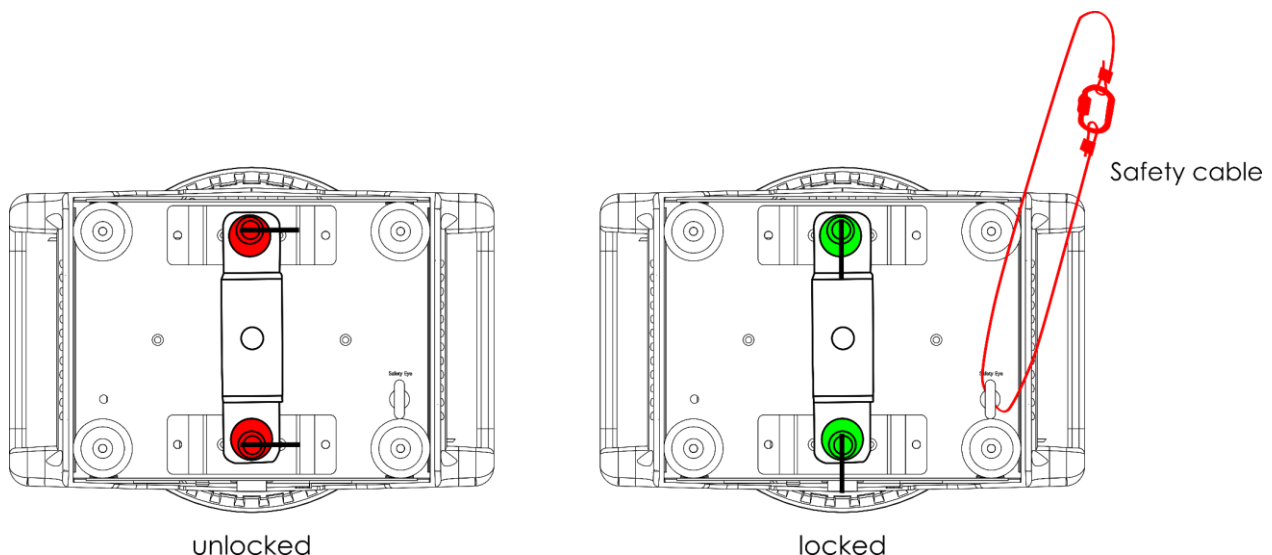

Fig. 10
- 02) Fije el soporte de bloqueo rápido que se suministra con el dispositivo en los **orificios de montaje del soporte de bloqueo rápido (11)**, tal y como se muestra en la Fig. 10.
- 04) Asegure el dispositivo con una suspensión secundaria; por ejemplo, con un cable de seguridad. Compruebe que la suspensión secundaria puede soportar 10 veces el peso del dispositivo. Si es posible, la suspensión secundaria debe fijarse a una estructura de soporte independiente de la suspensión primaria. Pase el cable de seguridad por la argolla de seguridad, tal y como se muestra en la Fig. 10.